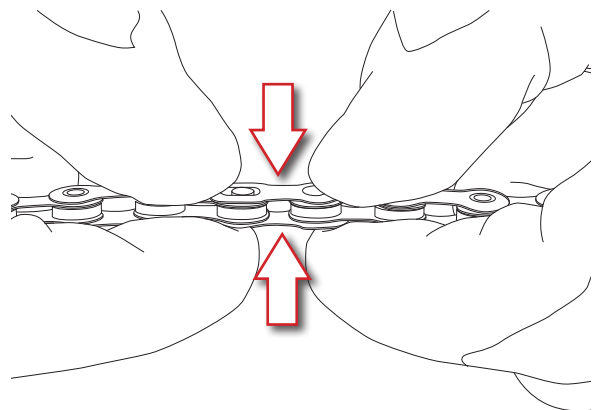

Fig.9
- Appuyez sur le C-Link™ pour vous assurer que les axes sont complètement insérés (Fig. 9).